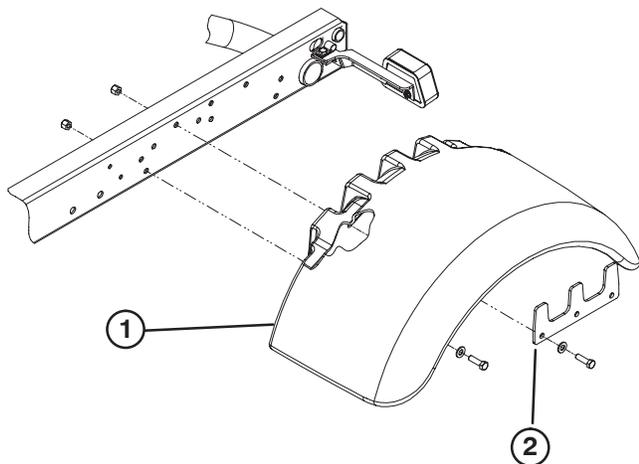

Figura 2
4. Fissate un paraurti da ciascun lato del telaio con una piastra d'appoggio, 5 viti a testa cilindrica 3/8–16 x 1,25 poll. lungh., rondelle diam. int. 0,406 poll. e 4 dadi di bloccaggio, come illustrato nella figura 2. Un dado saldato ancora ogni vite a testa cilindrica posteriore.